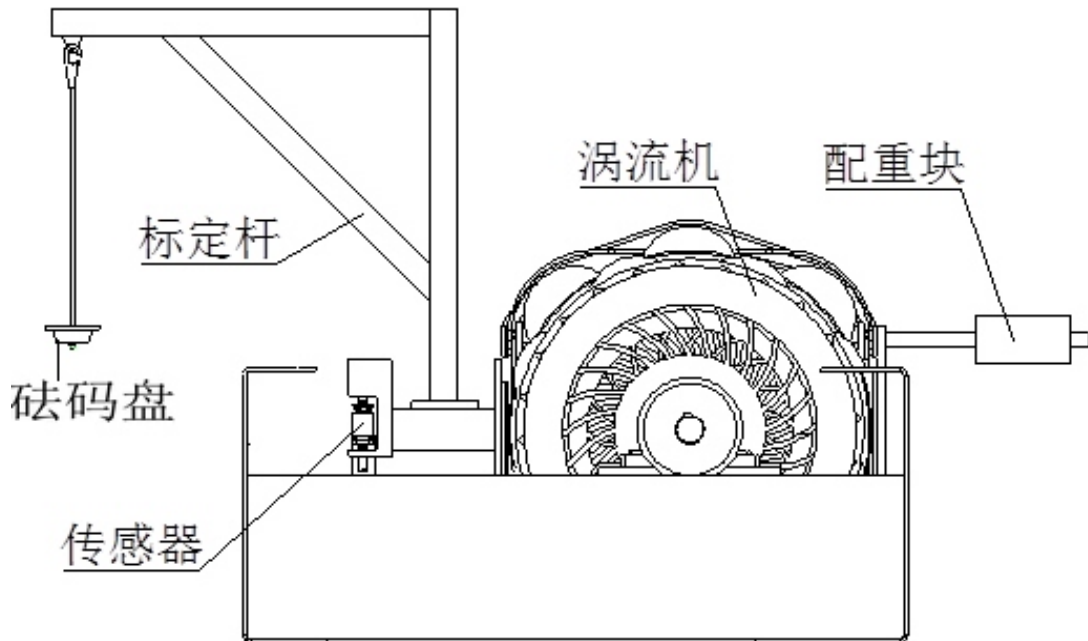
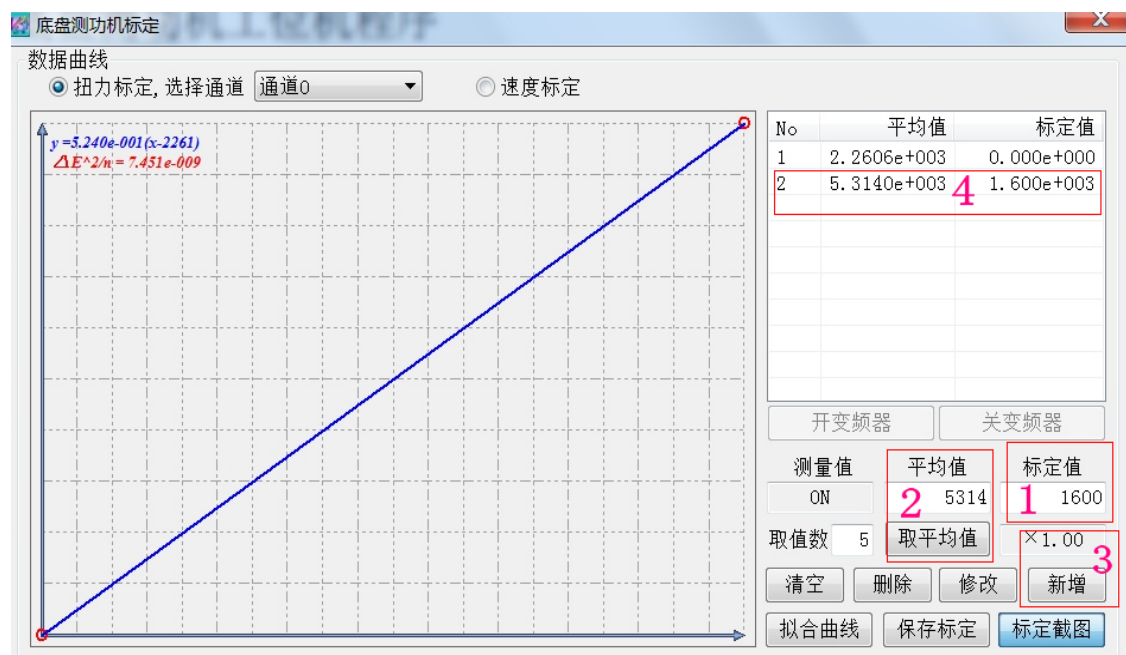

图 4.10
图 4.14
(2)、按照图 4.10 所示安装好扭力标定工具：
(6)、如图 4.14 所示：往砝码盘（见图 4.10）放上 20Kg 砝码，在“标定值”框中填入 1600（216 底盘测功机标定装置长度比（标定杆长度：滚筒半径）为 80：9.8，砝码重量 20 乘以重力加速度 9.8 再乘以标定装置长度比 80：9.8，结果即为 1600），点击“取平均值”，待“平均值”数值稳定后再点击“新增”，从而将标定点“1600”及其对应的“平均值”5314 增加到标定坐标系中。